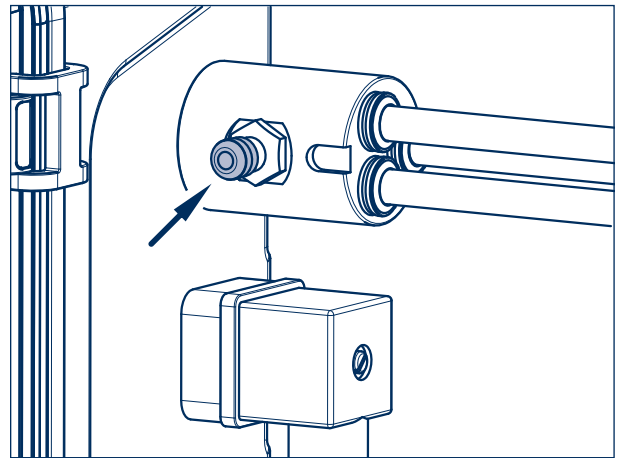

Figure 47
- [1] Retirer le capuchon du raccord de contrôle (flèche, fig. 47).
- [3] Ouvrir la valve d'arrêt au niveau du boîtier de commande AirSave (842).